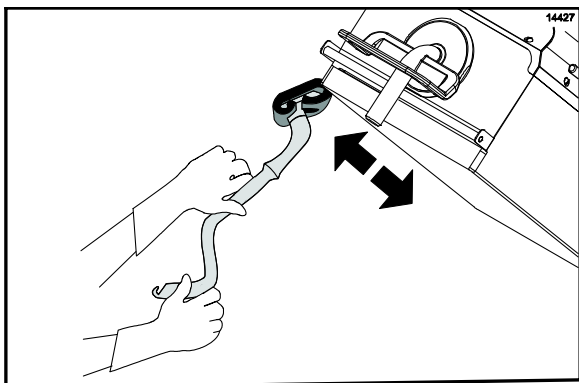

Abbildung 52
19. Die Grillreinigungsflüssigkeit auf die Außenkanten der rechten und linken oberen Grillplatte auftragen. (Siehe Abbildung 52.)